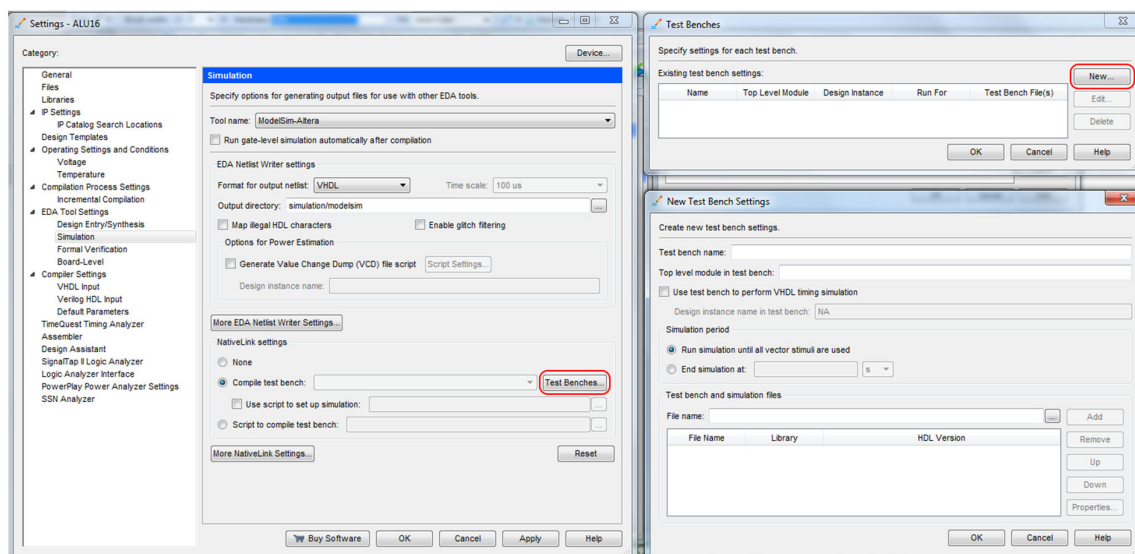

Figura 12 – Passos de configuração da *testbench* a usar na simulação temporal da ALU de 16 bits.
- Especifique as opções de simulação através do menu “*Assignments → Settings...*” (que deverá abrir a janela da esquerda da Figura 12).
- Nas opções “*NativeLink Settings*” ative “*Compile test bench:*” e clique no botão “*Test Benches...*” (Figura 12).
- Voltando à janela anterior (Figura 12, janela da esquerda) selecione “*More EDA Netlist Writer Settings*”. Aparecem várias opções. Escolha “off” em “*Generate functional simulation netlist*”.
- Após configuração, as três janelas da Figura 12 devem apresentar o aspeto das Figuras 13 a 15.